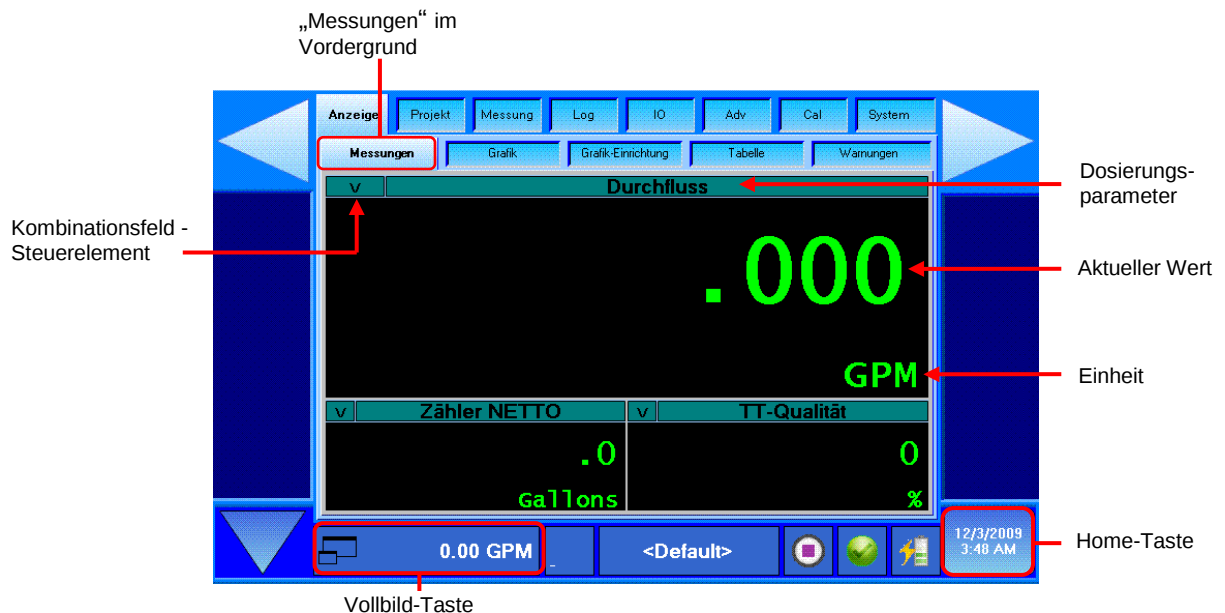

Abb. 42: Anzeige > Zähler
- 2) Die Taste für die volle Bildschirmanzeige im Zustandsbalken für die Schnellanzeige betätigen, um die volle Bildschirmanzeige ein- oder auszuschalten (s. Abb. 42).